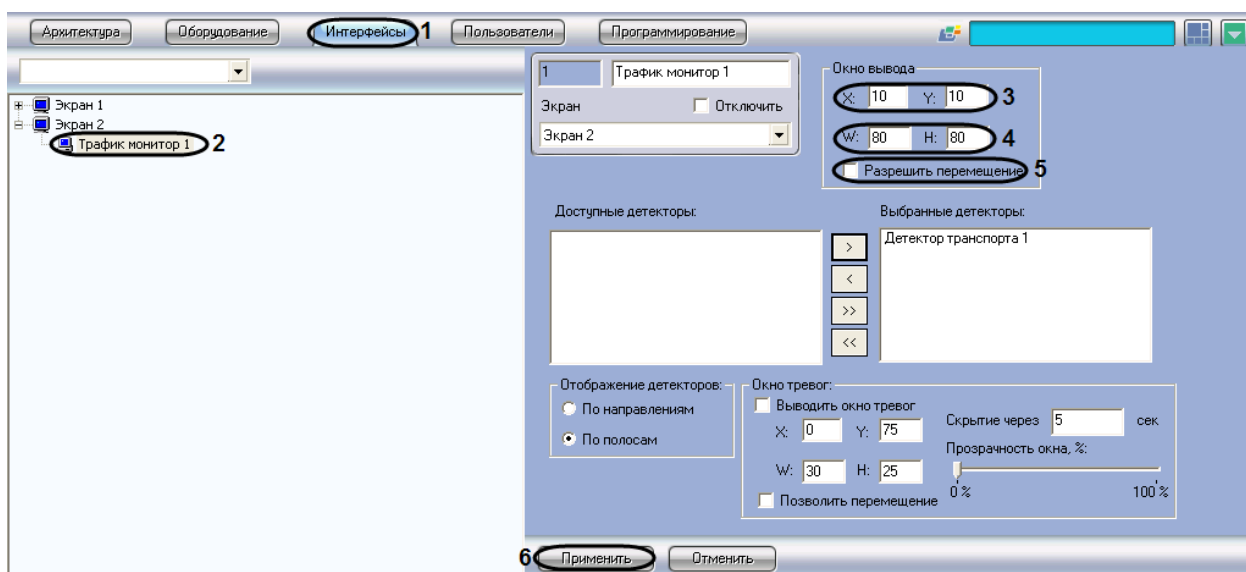

Рис. 7.8—1. Настройка размещения диалогового окна «Трафик монитор»
1. Перейти на вкладку «Интерфейсы» диалогового окна «Настройка системы» (см. Рис. 7.8—1, 1).
2. Выбрать в дереве объект «Трафик монитор» (см. Рис. 7.8—1, 2).
3. По умолчанию диалоговое окно «Трафик монитор» выводится в центральной части экрана (с координатами положения верхнего левого угла:  $X = 10$ ,  $Y = 10$ ). Для изменения положения на экране необходимо задать координаты его расположения в полях «X» и «Y» (см. Рис. 7.8—1, 3). Значения полей «X» и «Y» соответствуют координатам расположения левого верхнего угла диалогового окна на экране и выражаются в процентном соотношении относительно размеров экрана по горизонтали и вертикали соответственно.
4. По умолчанию диалоговое окно «Трафик монитор» занимает 64 % от общего пространства экрана (80% ширины и высоты экрана). Для изменения размера диалогового окна необходимо задать его ширину в поле «W» и высоту в поле «H» (см. Рис. 7.8—1, 4). Значение полей «W» и «H» выражаются в процентном соотношении относительно размеров экрана по горизонтали и вертикали соответственно.
5. По умолчанию диалоговое окно «Трафик монитор» нельзя свободно перемещать по экрану. В том случае, если требуется разрешить перемещение диалогового окна, необходимо активировать флажок «Разрешить перемещение» (см. Рис. 7.8—1, 5).
6. Нажать кнопку «Применить» (см. Рис. 7.8—1, 6).